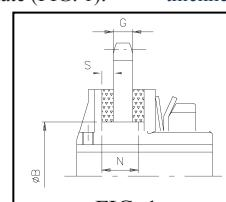

FIG. 1
- In alcuni casi è necessario adattare la dimensione della boccola (quota N) allo spessore dell'organo da montare secondo le indicazioni sotto riportate (FIG. 1).
- In some cases it is necessary to adjust the bush's dimension (quote N) to a thickness of the drive element to be assembled as below indicated (FIG. 1).
Il solo intervento di manutenzione previsto per i limitatori di coppia a frizione, è quello di ripristinare la coppia d'intervento, mediante regolazione della ghiera, a causa del consumo gli anelli d'attrito dovuto ai ripetuti slittamenti. E' necessario sostituire gli anelli d'attrito prima che la flangia di pressione interferisca con la boccola (FIG.1).
It's necessary to replace the friction rings before the pressure flange touch the bush (FIG.1).